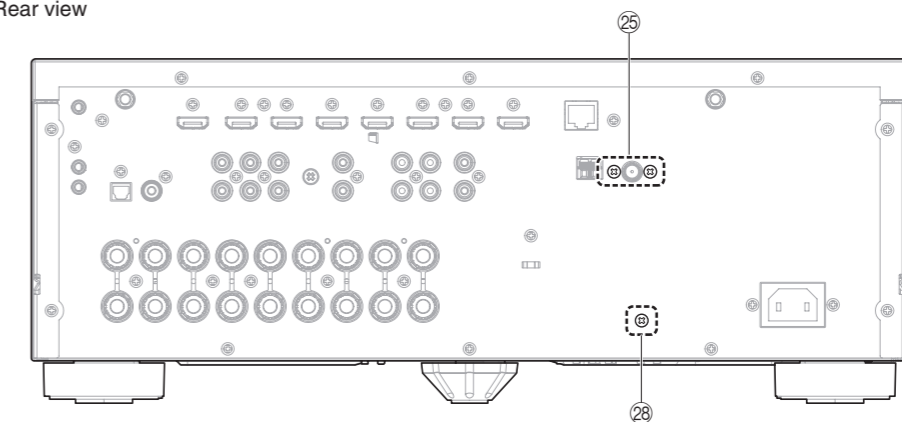

Fig. 12
- Remove 2 screws (25). (Fig. 12)
- Remove screw (28). (Fig. 12)
- 25 のネジ 2 本を外します。 (Fig. 12)
- 28 のネジ 1 本を外します。 (Fig. 12)